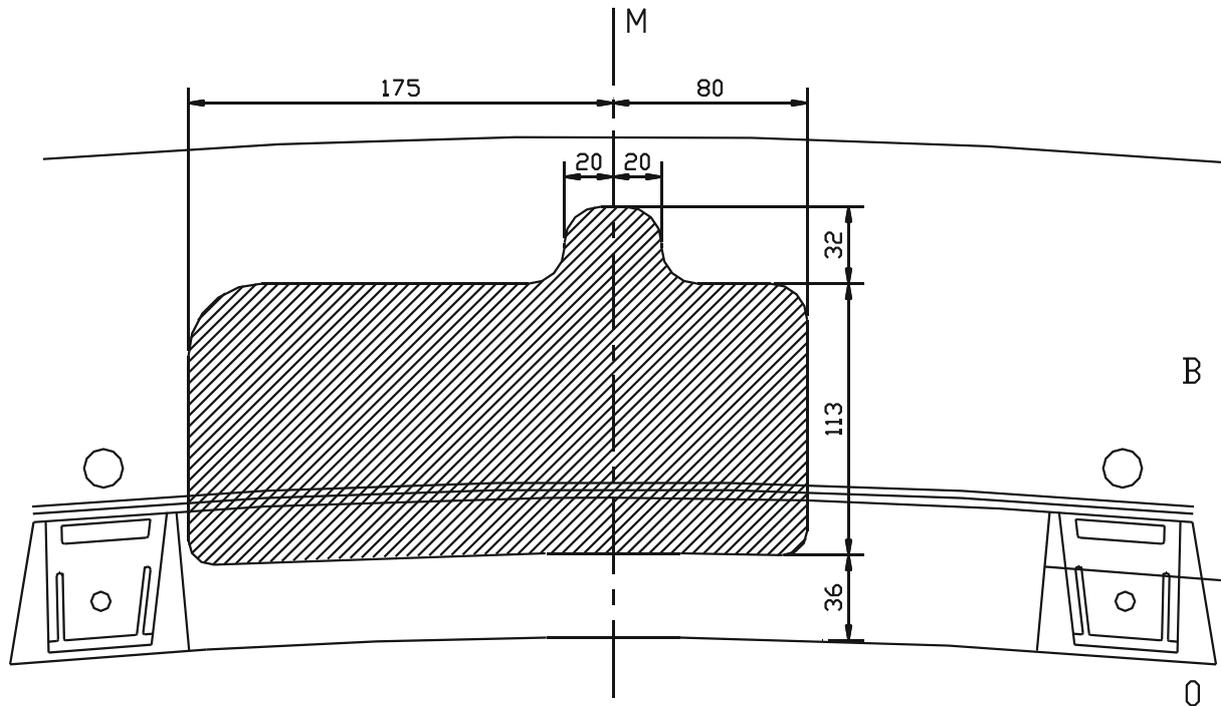

Fig. 1 - T45
2. Breng de trekhaak met de draagarmen via de vrijgekomen openingen achteraan het voertuig in de chassisbalken tot de punten (B) passen met de voorziene boringen aan de buitenzijde van de chassisbalk, deze boringen kunnen afgedicht zijn met tape die men dan moet verwijderen. Breng de bouten en rondsels in en schroef alles degelijk vast (zie aanhaalmomenten). De punten (A) worden niet gebruikt!
**OPMERKING :** Voor de standaard trekhaak T45 zie fig. 1
- 1) Visser le poussoir à ressort M10 dans l'écrou soudé de la plaque de prise selon figure 1, de sorte que seule le goujon dépasse de la plaque.
- 1) Screw the spring press bolts M10 in the welded nut of the plug plate according to figure 1. Make sure that only the little ball comes over the plug plate.